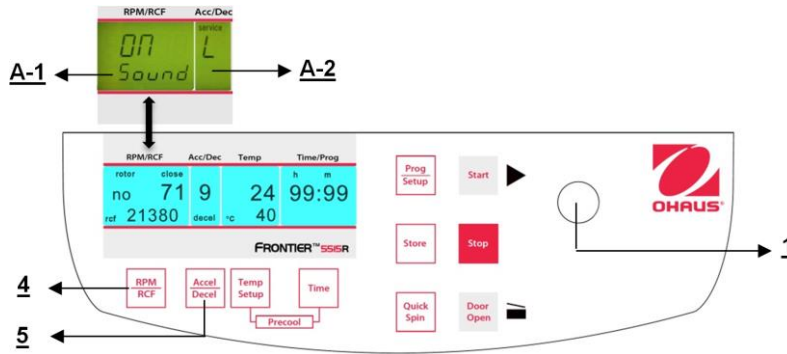

Figura 32
Proceda como se describe en el punto 4.1.1 para ingresar en este modo de programa y luego presione el botón "**Accel/Decel**" (5). En la pantalla "**Acc/Dec**" (A-2) destella la palabra "**Service**". Ahora seleccione la letra "**L**" con la perilla de ajuste (1). Como resultado, aparecen las palabras "**On Sound**" en la pantalla "**RPM | RCF**" (A-1). Si presiona el botón "**RPM | RCF**" (4) ahora, destella la palabra "**On**" y puede apagar el sonido con la perilla de ajuste (1) (vea la Figura 32).